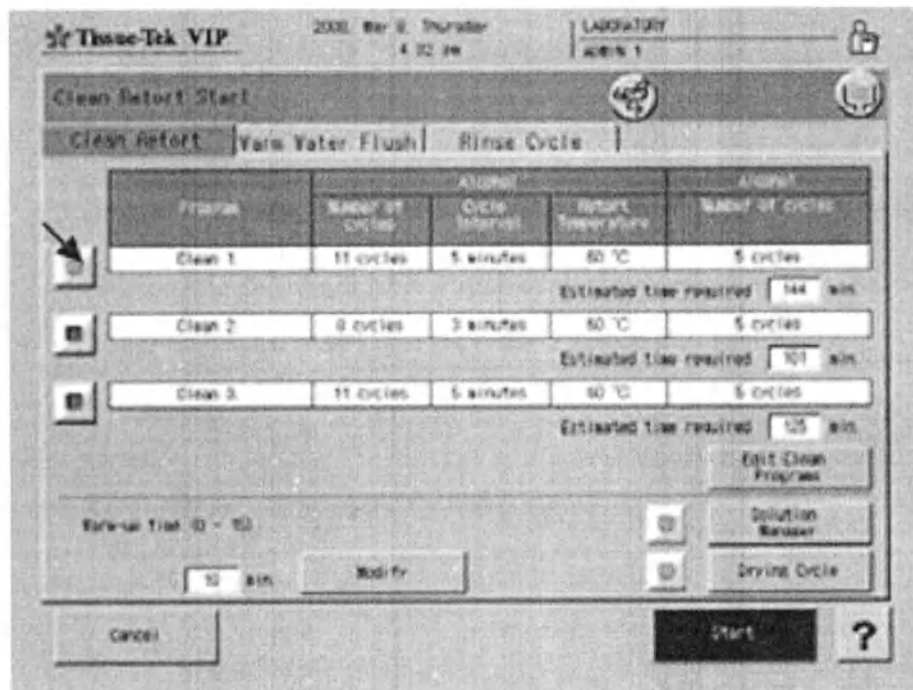

Рис. 119 Меню «Запуск очистки реторты»
После завершения цикла проводки появится меню «Clean Retort Start» (Запуск очистки реторты) (Рис. 119). В этом меню есть 3 закладки:
- **«Rinse Cycle»** (Цикл промывки). Рядом с выбранной программой очистки загорается «лампочка» (Рис. 119).